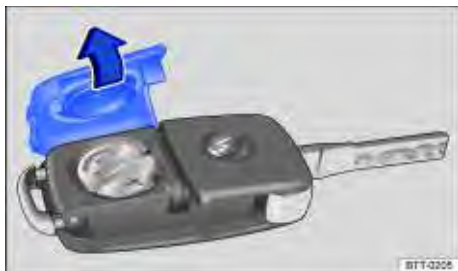

Fig. 24 Chave do veículo com comando remoto: abrir a tampa do alojamento da bateria.
A bateria encontra-se no lado posterior da chave com comando remoto, sob uma cobertura ⇒ Fig. 24.
- Retirar a cobertura no lado posterior da chave ⇒ Fig. 24 no sentido da seta ⇒ ①.
- Posicionar a cobertura conforme indicado ⇒ Fig. 24 e pressionar no sentido contrário ao da seta sobre a carcaça da chave do veículo até encaixar.